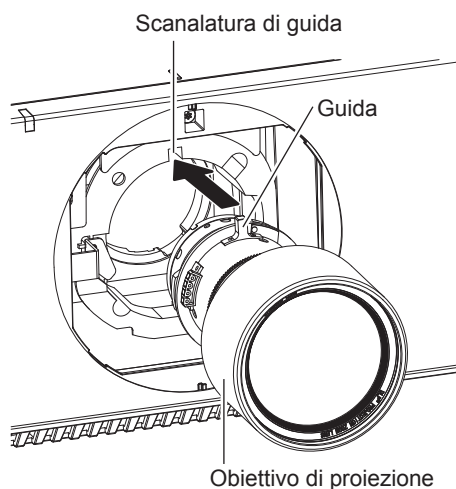

Fig. 1
- 1) **Rimuovere la protezione per l'attacco dell'obiettivo e allineare la guida dell'obiettivo di proiezione alla relativa scanalatura del proiettore e inserire l'obiettivo fino a fine corsa. (Fig. 1)**